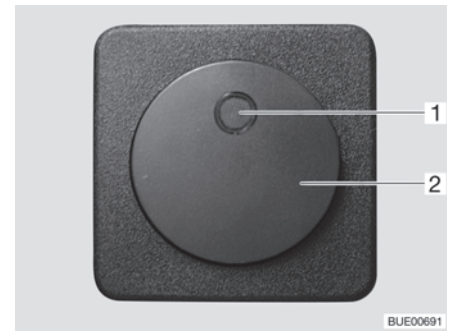

Fig. 146 Interruttore per riscaldamento elettrico del pavimento
- Premere l'interruttore a bilico (Fig. 146,2). La spia di controllo nell'interruttore (Fig. 146,1) si accende.
- Premere l'interruttore a bilico (Fig. 146,2). La spia di controllo (Fig. 146,1) nell'interruttore si spegne.